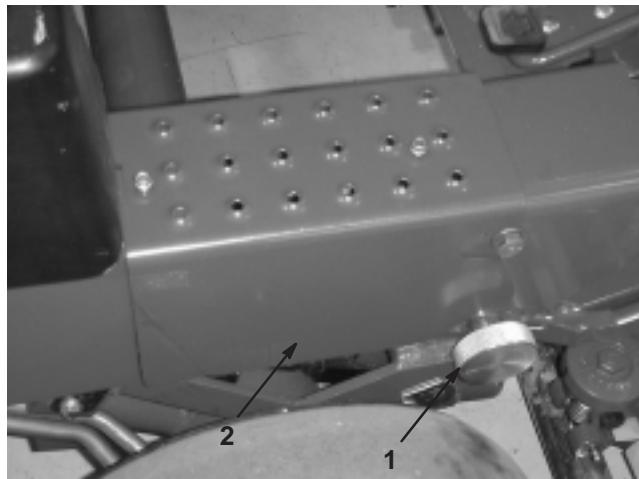

Figure 4
- Faites pivoter le bras de direction à la position verticale (crans) et fixez-le en place avec le bouton de blocage et la goupille fendue (Fig. 4).
- Fixez le marche-pied droit au bâti avec 2 vis autotaraudeuses (Fig. 4).